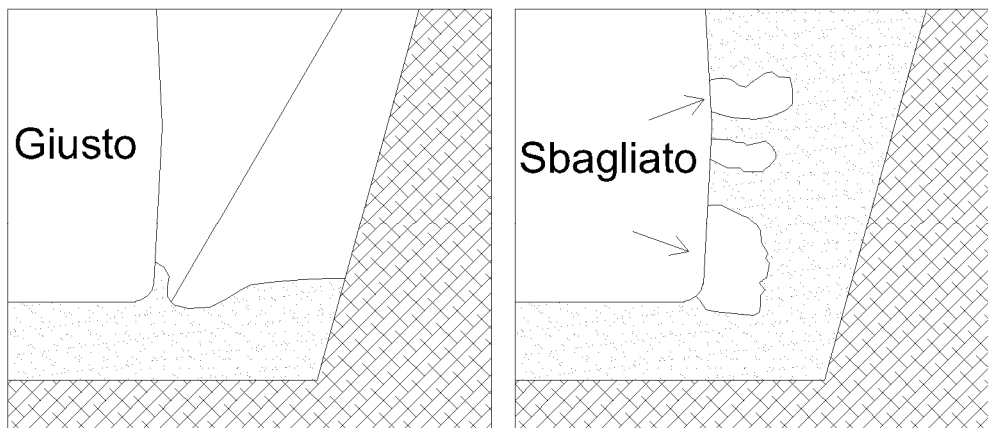

Figura 5 Eliminazione vuoti del riempimento
- E' necessario usare materiale per riempimento approvato (rif. par. 1.2) evitando vuoti al disotto del manufatto (figura 5)